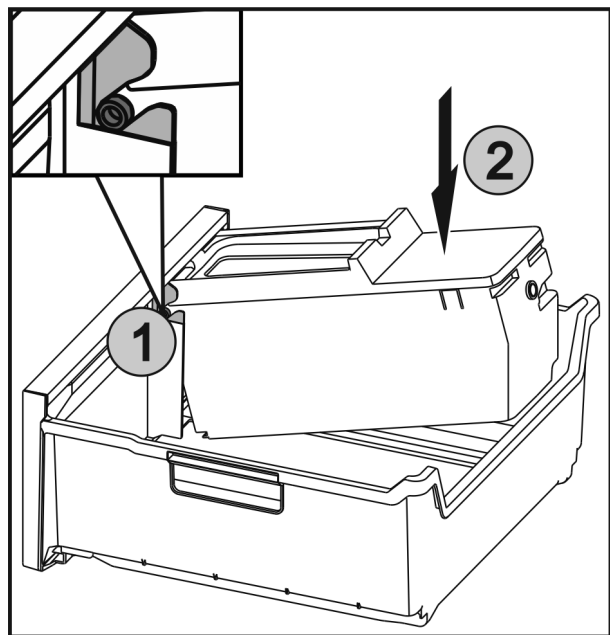

Fig. 76
- ▶ Die Achsen Fig. 76 (1) an EasyTwist-Ice in die Führungen einschieben und die hintere Seite Fig. 76 (2) bis die Lasche einrastet drücken.